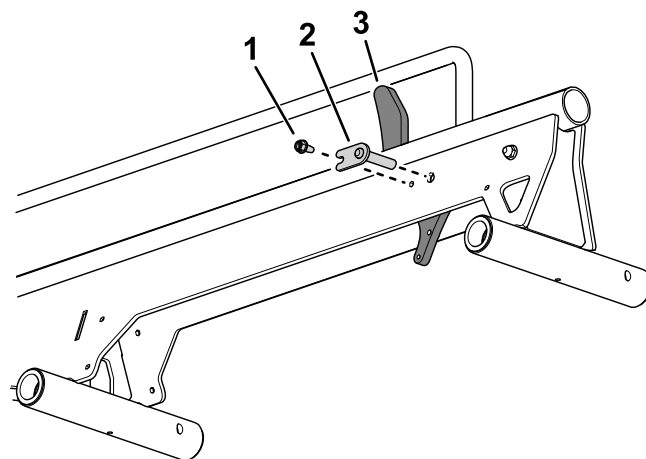

**Figura 1**
1. Montate un bullone a testa tonda e un dado flangiato (1/4") sul gruppo rampa (Figura 1).